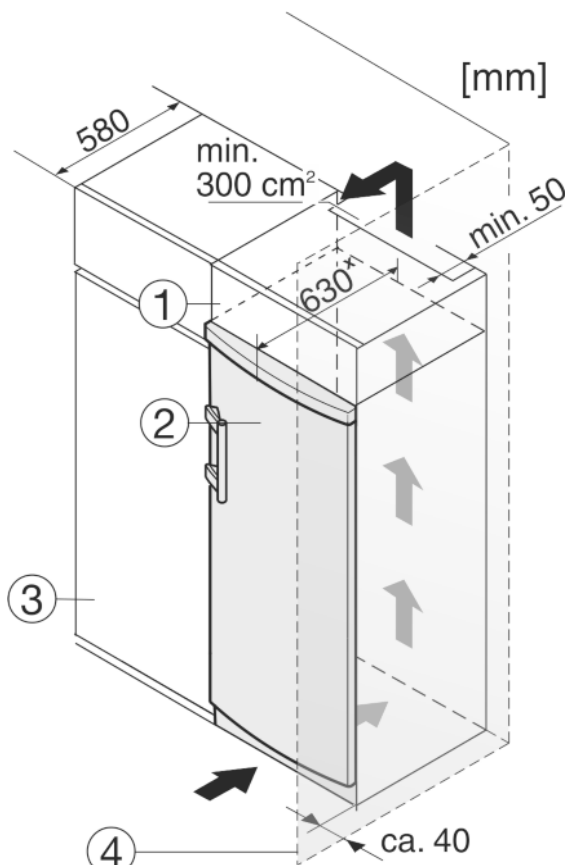

Fig. 10
Urządzenie może zostać obudowane szafkami kuchennymi. Aby dopasować urządzenie Fig. 10 (2) do wysokości ciągu szafek kuchennych, można nad urządzeniem umieścić szafkę nasadzaną Fig. 10 (1).
W przypadku obudowania szafkami kuchennymi (głębokość maks. 580 mm) urządzenie można ustawić bezpośrednio obok szafki kuchennej Fig. 10 (3). Urządzenie wystaje z boku o 34 mm * i na środku urządzenia o 50 mm * w stosunku do frontu szafek kuchennych.
Jeżeli urządzenie będzie ustawiane z zawiasami do ściany Fig. 10 (4), to pomiędzy urządzeniem i ścianą należy zachować minimalny odstęp, wynoszący 40 mm. Na taką odległość wystaje klamka przy otwartych drzwiach.